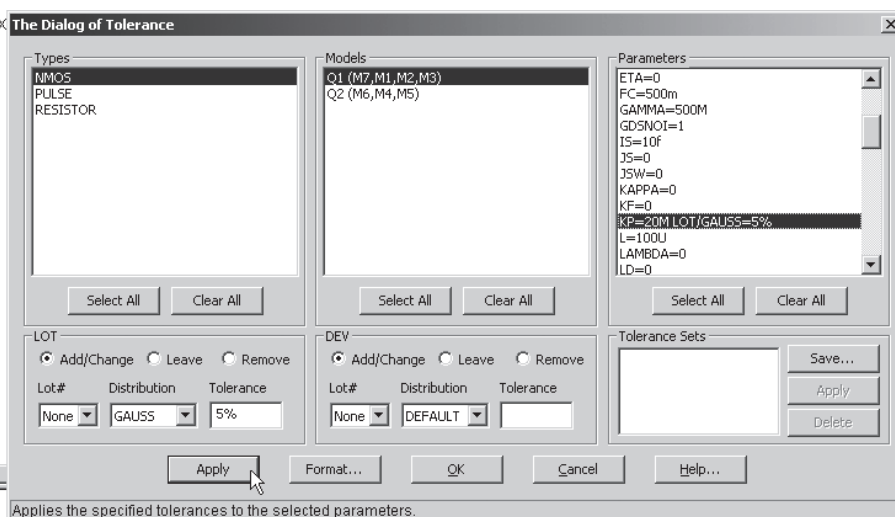

Рис. 7.6. Диалоговое окно *Tolerance*
Tolerance (Ctrl+Shift+T). Открытие диалогового окна *Tolerance* (рис. 7.6).
- **Models:** Список всех моделей для выбранного типа (типов) компонентов. Можно выбрать одну (рис. 7.6) или несколько моделей для последующего задания допуска параметров.
- *Parameters*: Показывает список параметров для всех выбранных моделей. Здесь также для задания допуска можно выбрать один (рис. 7.6) или группу параметров.